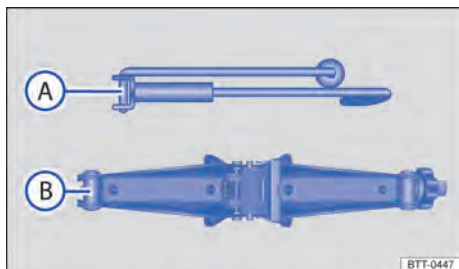

Fig. 295 Componentes do macaco sanfona.
5. Soltar os parafusos de roda da roda a ser trocada → Página 441. Enganchar a manivela manual → Fig. 295 (A) no macaco sanfona (B).